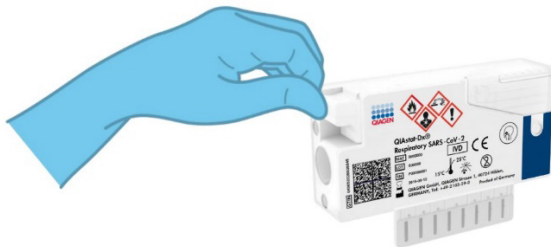

Figura 10. Închiderea capacului probei aferent orificiului pentru tampon.
7. Închideți bine capacul probei aferent orificiului pentru tampon, până când se aude un clic (Figura 10).